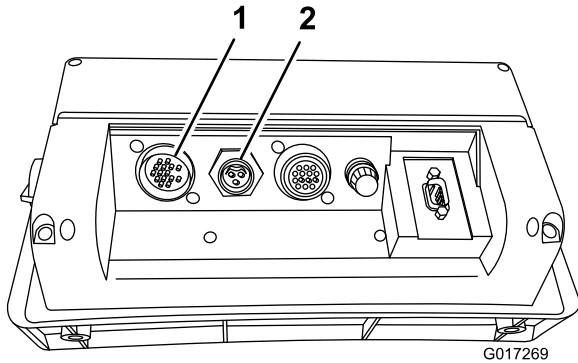

Figura 3
6. Conecte los cables a las entradas correspondientes de la parte trasera de la consola (Figura 3), y sujete los cables girando los anillos de bloqueo.